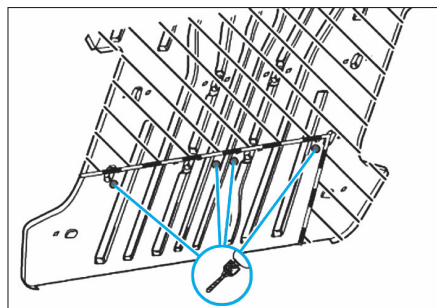

FIG. 67
- Reporter la ligne de coupe sur la pièce neuve en prévoyant 15 mm supplémentaires pour un ajustage par recouvrement et découper la zone hachurée (Fig.67).